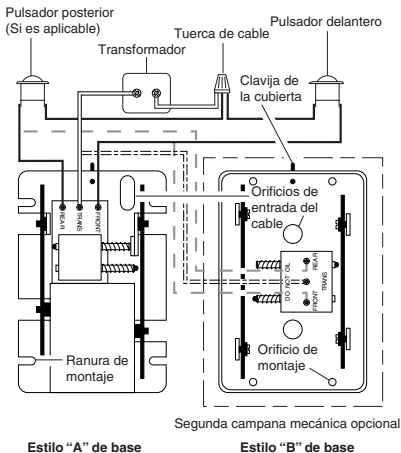

Figura 1
- Encaminar los cables a través de los orificios de entrada del cable (ver la Figura 1).
3. Tender dos cables de timbre No. 20 AWG o mayor (cables accesorios No. 196 ó No. 199C Heath®/Zenith) a la ubicación de la campana. Pelar 1/2 de pulgada de aislamiento de extremo a extremo de los cables. Conectar cada cable al transformador (ver la Figura 1).
5. Montar el botón(es) en el marco(s) de la puerta. Tender dos cables de timbre No. 20 AWG desde el botón(es) a la ubicación de la campana. Pelar $\frac{1}{2}$ pulgada de aislamiento desde el extremo de los cables. Conectar cada cable al botón(es) (ver la Figura 1).
8. Pelar $\frac{1}{2}$ pulgada de aislamiento desde el extremo de los cables. Conectar el cable "F" al terminal de tornillo marcado "FRONT". Conectar el cable "T" al terminal de tornillo marcado "TRANS". Conectar el cable "R" al terminal de tornillo marcado "REAR" (ver la Figura 1).
7. Conectar el cable "F" al tornillo terminal marcado "FRONT". Conectar el cable "T" al tornillo terminal marcado "TRANS". Conectar el cable "R" al tornillo terminal marcado "REAR" (ver la Figura 1). *Nota:* La conexión común puede existir en otra ubicación en la instalación original y puede no ser visible.